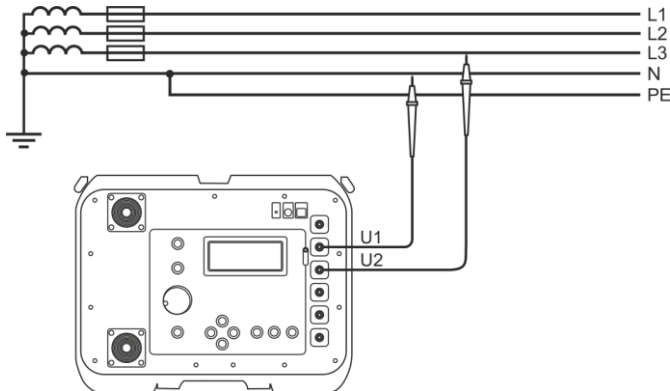

Abb. 11 Messen der Wechselspannung
- Verbinden Sie die Messleitungen mit den Buchsen: **U₁** und **U₂** (Abb. 11)